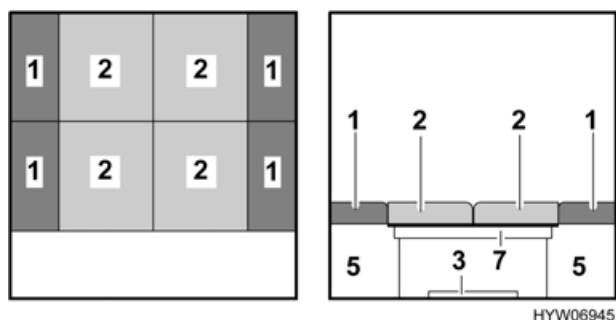

Fig. 51 Dopo la trasformazione
- Piazzare i cuscini dello schienale (Fig. 51,1) tra i cuscini del divano (Fig. 51,2) e la parete esterna.